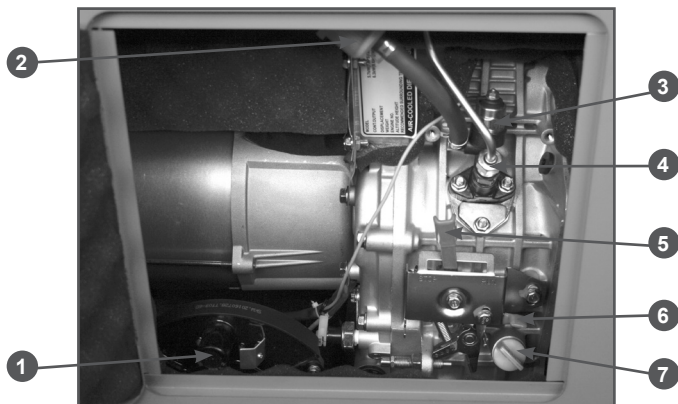

Рис. 2 Основные узлы и органы управления (вид двигателя с открытой дверцей)
3. Выкрутите крышку-щуп маслосливной горловины (Рис. 2 п. 7) и извлеките щуп.
3. Выкрутите крышку-щуп маслозаливной горловины (Рис. 2 п. 7) и извлеките щуп.